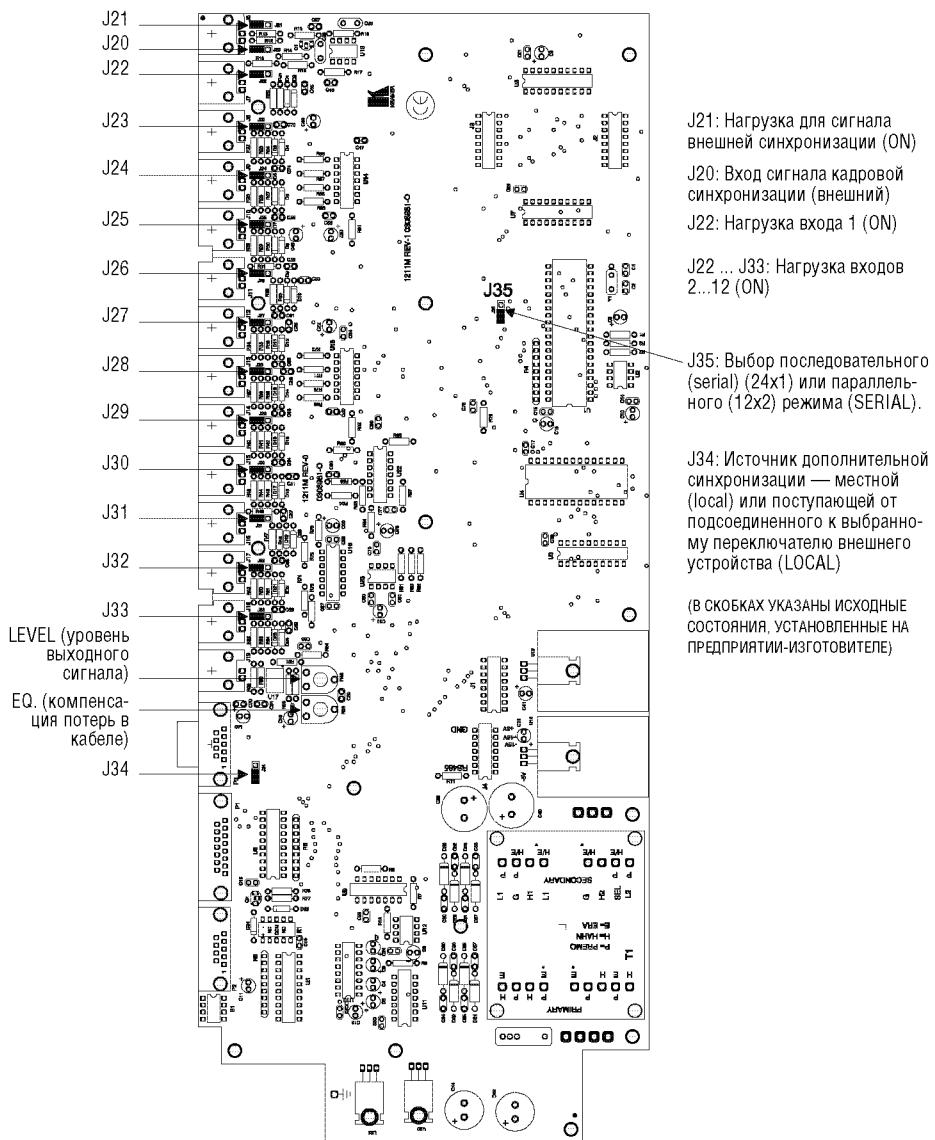

Рис. 3. Расположение внутренних перемычек
Расположение перемычек показано нарис. 3, а их назначение описано ниже.
1. Убедитесь в том, что перемычка J35 хотя бы на одном из коммутаторов находится в исходном положении, установленном на предприятии-изготовителе (см.рис. 3). При необходимости аккуратно снимите крышку и переставьте перемычку.